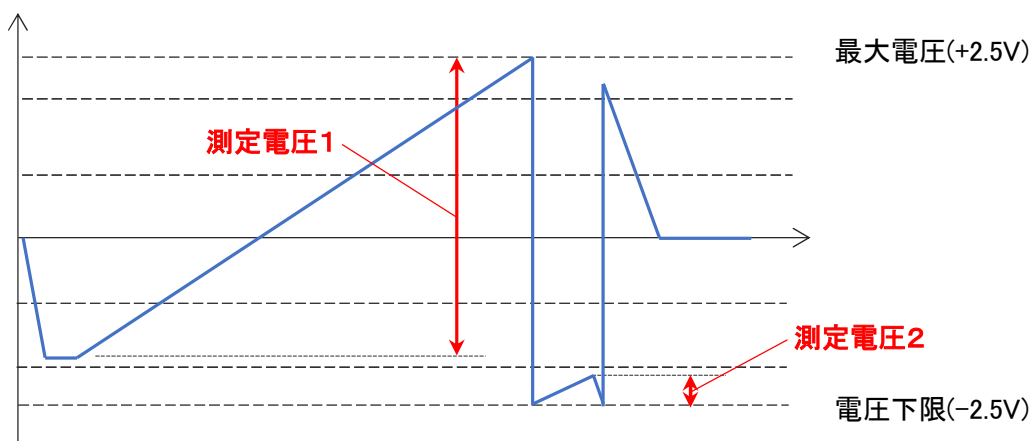

図4-5
14. ブレーキ制動トルクの測定波形が図4-5に示すように、+2.5Vを超えてマイナス側に出てしまった場合の対応（TMLGL06A 巻上機で発生する場合がある）